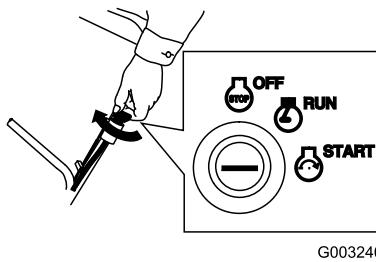

Figure 18
- Tournez la clé de contact en position démarrage et relâchez la clé lorsque le moteur démarre (Figure 18).